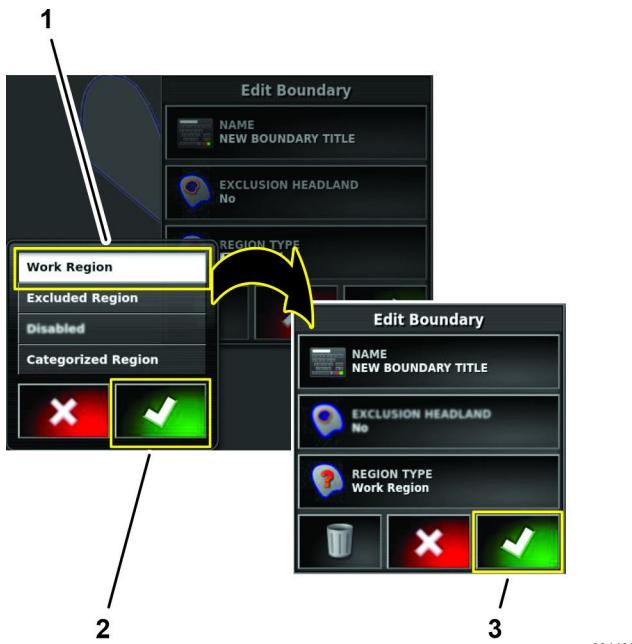

Figura 60
2. Nella finestra di dialogo Tipo di regione, premete l'Icona REGIONE DI LAVORO, quindi premete l'Icona Conferma (Figura 60).
3. Nella finestra di dialogo Modifica confini, premete l'Icona Conferma (Figura 60).